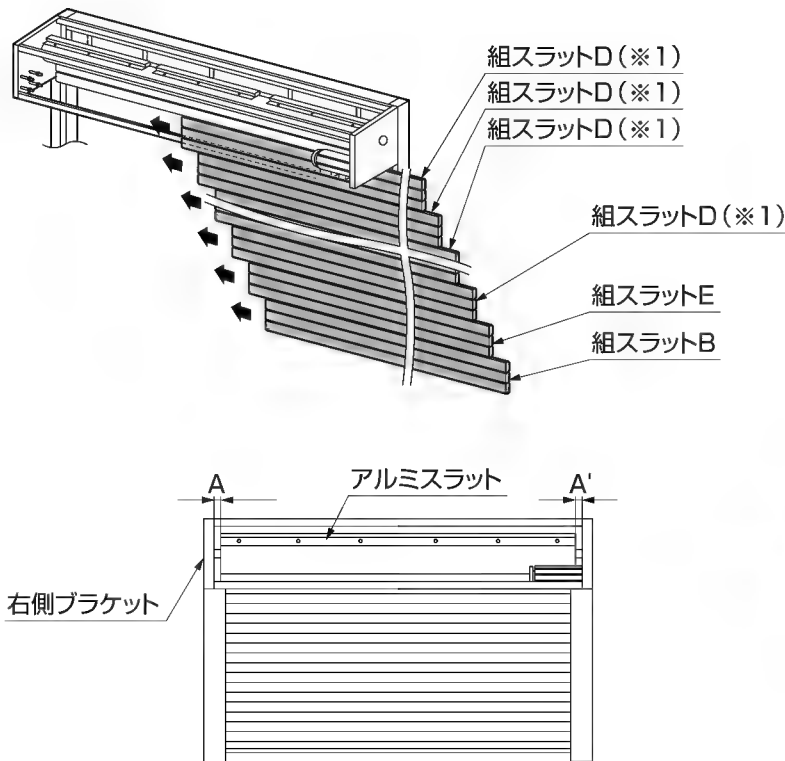

図6-1
⑥アルミスラット端部とブラケットのすき間A-A'が左右均等になるように調整後、「吊元固定ボルト」を締めこんでください。(図6-1参照)